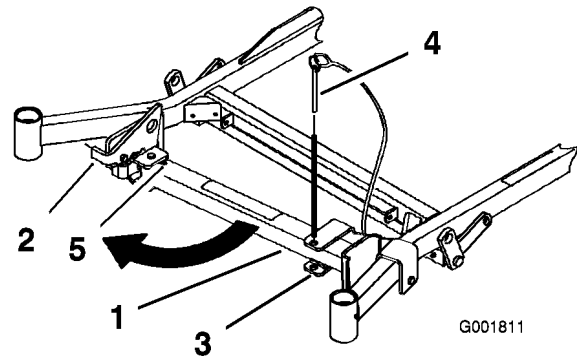
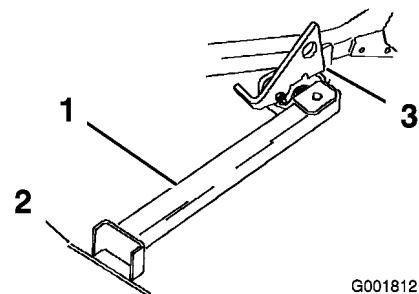

Bild 30
Bild 31
2. Nehmen Sie den Halterungsstift ab (Bild 30).
3. Heben Sie den Riegel an. Drehen Sie den Ständerfuß nach vorne heraus und schieben Sie den Ständer zur Maschine in den unteren Schlitz (Bild 30 und Bild 31).
4. Stellen Sie den Fuß auf den Boden und lassen Sie den Riegel auf der Drehlasche aufliegen (Bild 31).
Hinweis: Stellen Sie den Ständerfuß am besten in Risse auf Gehwegen oder in der Rasenfläche (Bild 31).
- Fahren Sie auf den Stand auf. Halten Sie an, wenn der Riegel über die Lasche in die arretierte Stellung einrastet (Bild 31). Stellen Sie nach dem Auffahren auf den Stand die Feststellbremse fest und stellen Sie den Motor aus.
- Stellen Sie den Ständer wieder in die Ruhestellung (Bild 30).